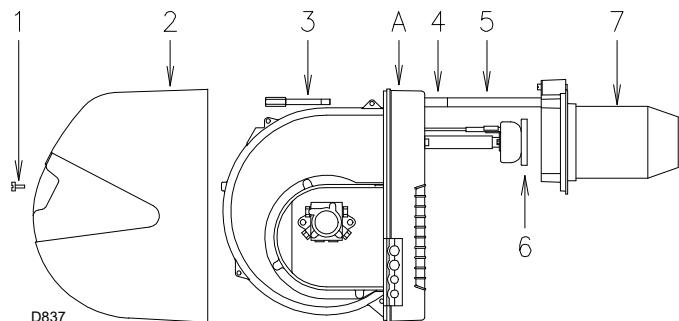

Abb. 30
- Schraube 1) (Abb. 30) herausdrehen und Verkleidung 2) abnehmen.